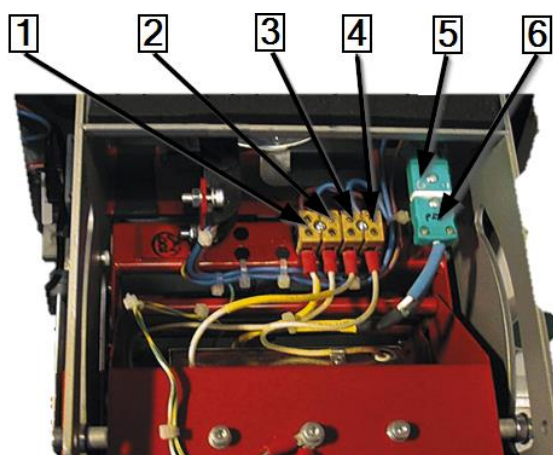

Abb. 62 : Legături electrice și termice
- Înlăturați cele 2 șuruburi de fixare ale încălzitorului inferior (2).
- Conectați toate legăturile electronice și termice ale încălzitorului superior și ale celui inferior. A se vedea Abb. 62 : Legături electrice și termice, pagina 99.